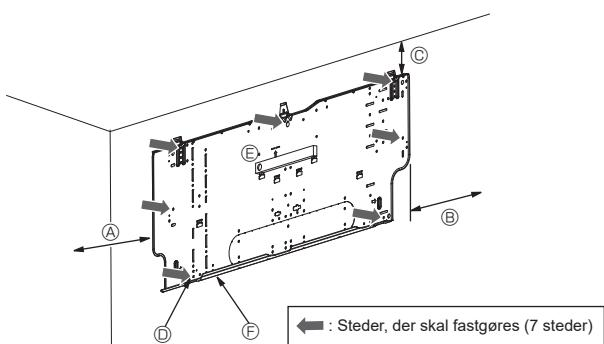

Fig. 3-4
3.2.3. Installation af vægmonteringsbeslaget (Fig. 3-4)